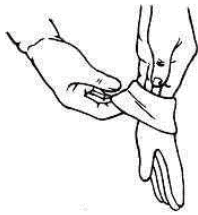

Figure 1
Avant de manipuler l'écran réfléchissant (H), mettez la paire de gants Blancs Fournie (partagé avec le téléviseur laser, voir le kit de nettoyage du téléviseur laser) pour éviter de laisser des traces de doigts, de la poussière ou de l'huile de vos mains sur la surface du matériau (Figure 1). L'écran réfléchissant (H) est très délicat et doit être manipulé avec une extrême prudence. Ne pas laisser le matériau se plier ou se froisser. Le non-respect des instructions entraînera des dommages permanents au matériau de l'écran, qui ne sont pas couverts par la garantie.
1. Retirez l'écran réfléchissant (H) du tube d'emballage et posez-le doucement sur une surface propre.